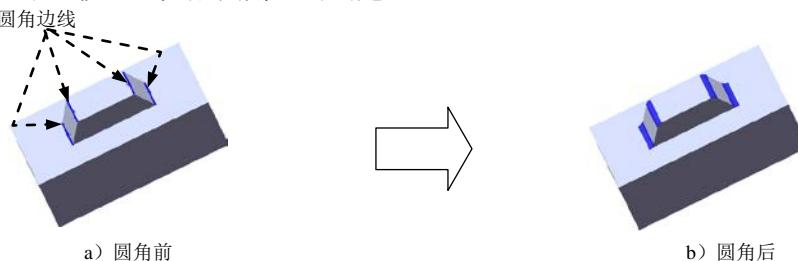

图 15.3.6 圆角 1
(3) 定义拉伸深度属性。
① 定义深度方向。采用系统默认的深度方向。
② 定义深度类型和深度值。在“凸台—拉伸”对话框 **方向1** 区域的 **下拉列表** 中选择 **两侧对称** 选项，在 **D1** 文本框中输入深度值 3.0。选中 **合并结果(M)** 复选框。
(4) 单击 按钮，完成凸台—拉伸 2 的创建。
Step4. 创建图 15.3.6 所示的圆角 1。
(1) 选择命令。选择下拉菜单 **插入(I)** → **特征(E)** → **圆角(U)...** 命令（或单击 按钮），系统弹出“圆角”对话框。
(2) 定义圆角类型。采用系统默认的圆角类型。